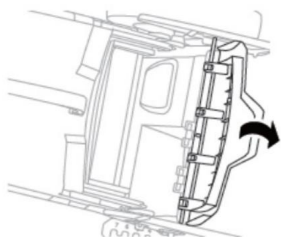
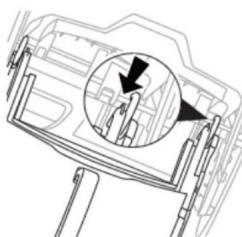
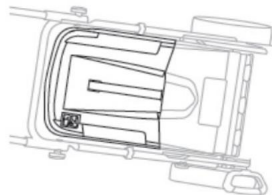

Fig. 4D
Fig. 4E
Fig. 4F
1) Installation : Relevez le capot arrière et fixez le bac de ramassage à l'arrière de la tondeuse. (Fig. 4D/ Fig. 4E/ Fig. 4F)